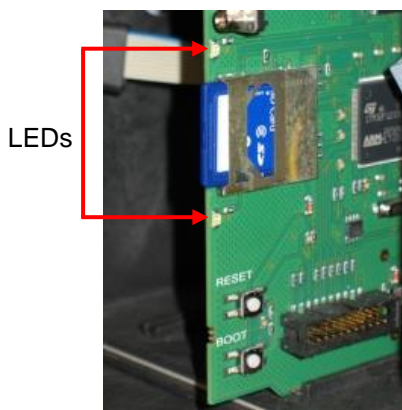

Abbildung 28
8. Der Testomat® startet neu und führt das Update durch. In diesem Modus werden keine Textausgaben gemacht, sondern der Status wird über die LEDs der SD-Karte (siehe Abbildung 28) sowie die LEDs auf der Steuerplatine (siehe Abbildung 30 auf Seite 69) angezeigt. Der Programmierfortschritt wird als Balken mit 5 LEDs auf der Steuerplatine angezeigt: Zuerst blinkt nur LED1 (nahe dem Steckverbinder zur Grundplatine) einmal alle 2 Sekunden, später leuchtet sie dauerhaft, und die nächste LED fängt an zu blinken. Der Vorgang wiederholt sich so lange, bis alle LEDs permanent leuchten. Das Firmware-Update ist damit abgeschlossen. Der Testomat® wird automatisch mit der neuen Betriebssoftware gestartet. Das komplette Firmware-Update dauert ca. 70 Sekunden.